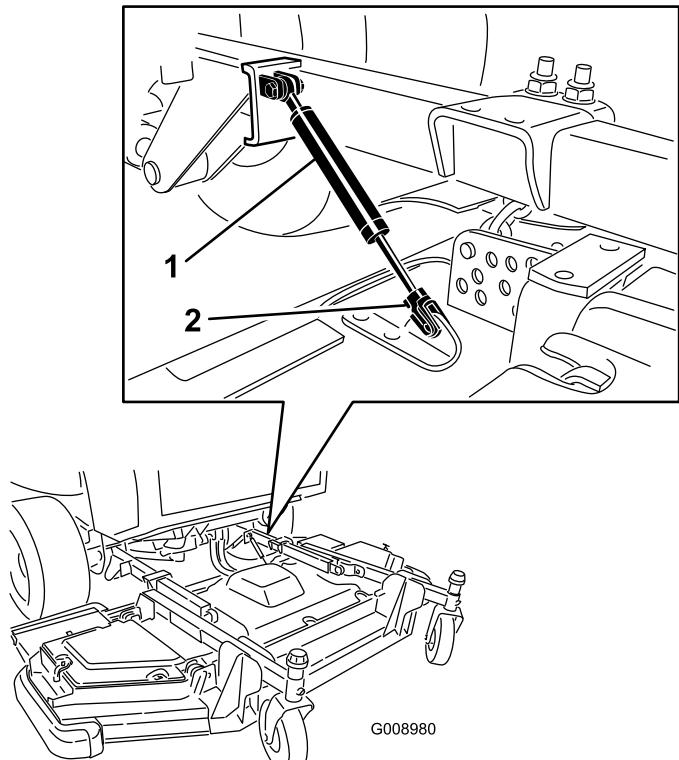

Bild 133
3. Nehmen Sie den Befestigungsclip ab und schließen Sie den Stoßdämpfer vom Mähwerk ab (Bild 133).